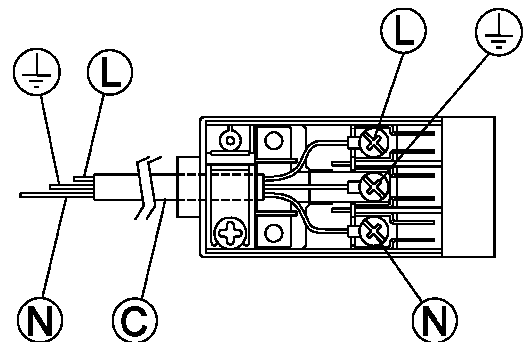

图. 11
- 若无适用于参数标签的电源插头(请参照图. 11)，请使用输入线缆 "C"。请参照图. 11连接电缆，并确认连接方式与下述一致：